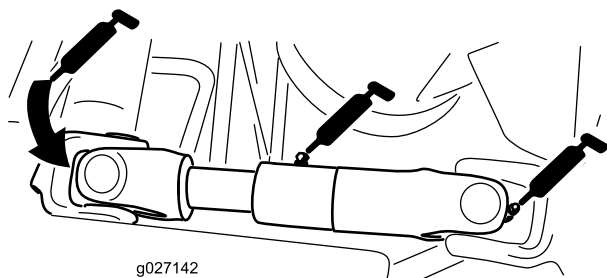

Рисунок 45
- Универсальный шарнир приводного вала насоса (3 шт.) (Рисунок 45)